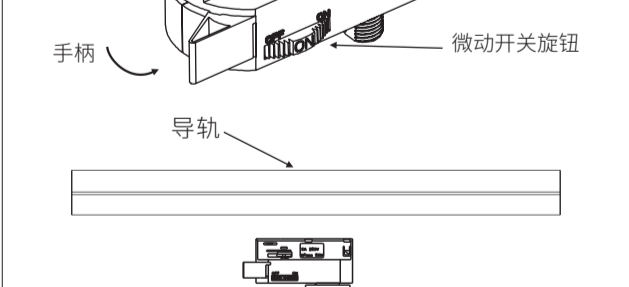

图1
- 1、安装本产品前需另购西顿照明的二线导轨条, 各大西顿照明灯具专卖店均有销售; (如图1)